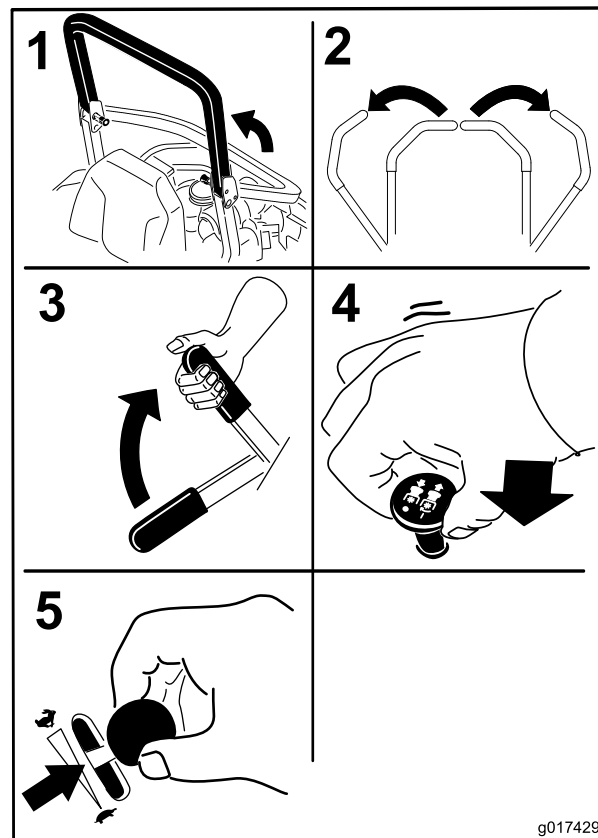

図 17
4. ブレード制御スイッチPTOがOFF位置になっていることを確認する図 17。